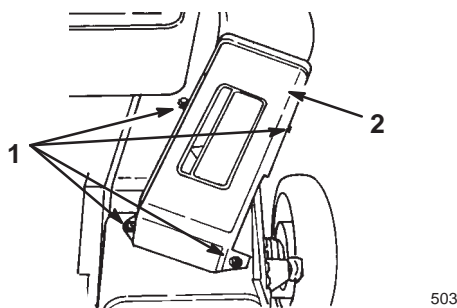

Figure 27
2. Enlevez les quatre boulons qui fixent le volet d'éjection et le déflecteur au carter de tondeuse (Fig. 27) et mettez-les de côté. Mettez les pièces de côté.